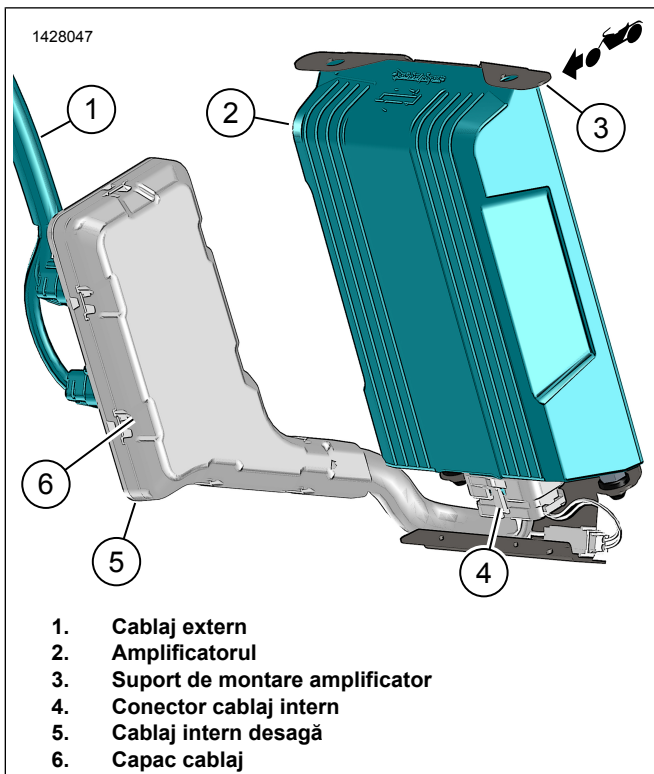
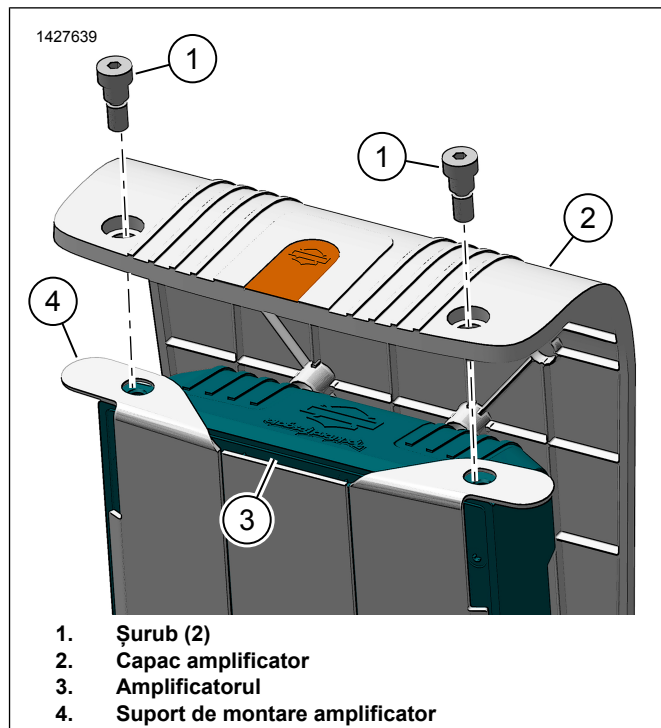

Figura 7. Ansamblu amplificator desagă stânga
Figura 9. Capac amplificator
6. A se vedea figura 7. Conectați conectorul cablajului intern (4) la amplificator (2).
7. Montați amplificatorul (2) în suportul de montare amplificator (3).
8. A se vedea figura 9. Montați capacul amplificatorului (2).
9. Montați șuruburile (1). Strângeți.
10. A se vedea figura 7. Montați capacul cablajului (6).
A se vedea figura 7. Asigurați-vă că mănunchiul de sârme se direcționează în zona de sub amplificator fără prindere sau îndoire. Mănunchiul de sârme nu trebuie să îndeapărteze capacul cablajului (6) de cablajul intern (5).